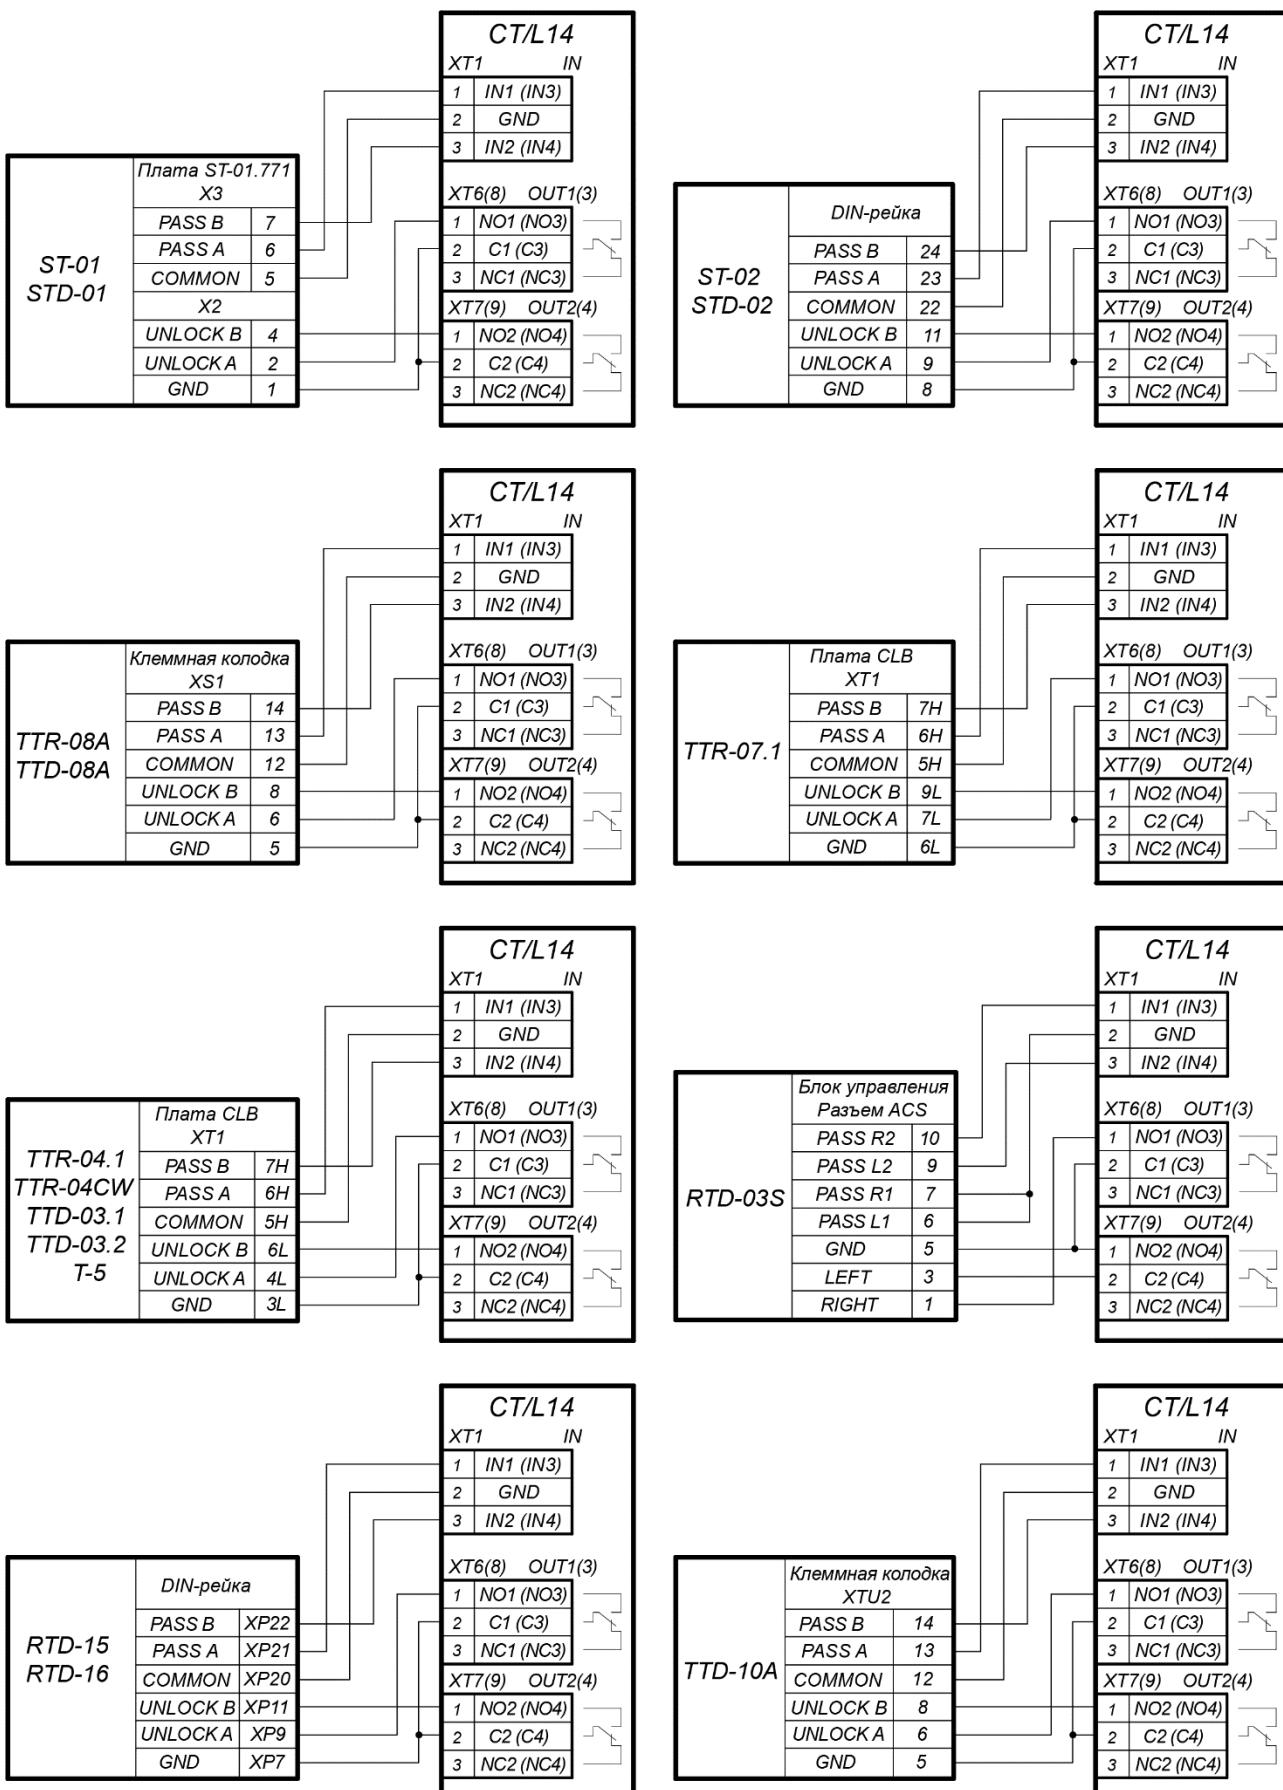

Рисунок 6. Схемы подключений турникетов в варианте конфигурации «Управление турникетом»
- Турникет (блок управления турникетом) №1 подключается к клеммным колодкам **XT1**, **XT6**, **XT7** нижней платы контроллера в соответствии со схемой для данного типа турникета (см. рис. 6).
- Турникет (блок управления турникетом) №2 подключается к клеммным колодкам **XT1**, **XT8**, **XT9** нижней платы контроллера в соответствии со схемой для данного типа турникета (см. рис. 6).